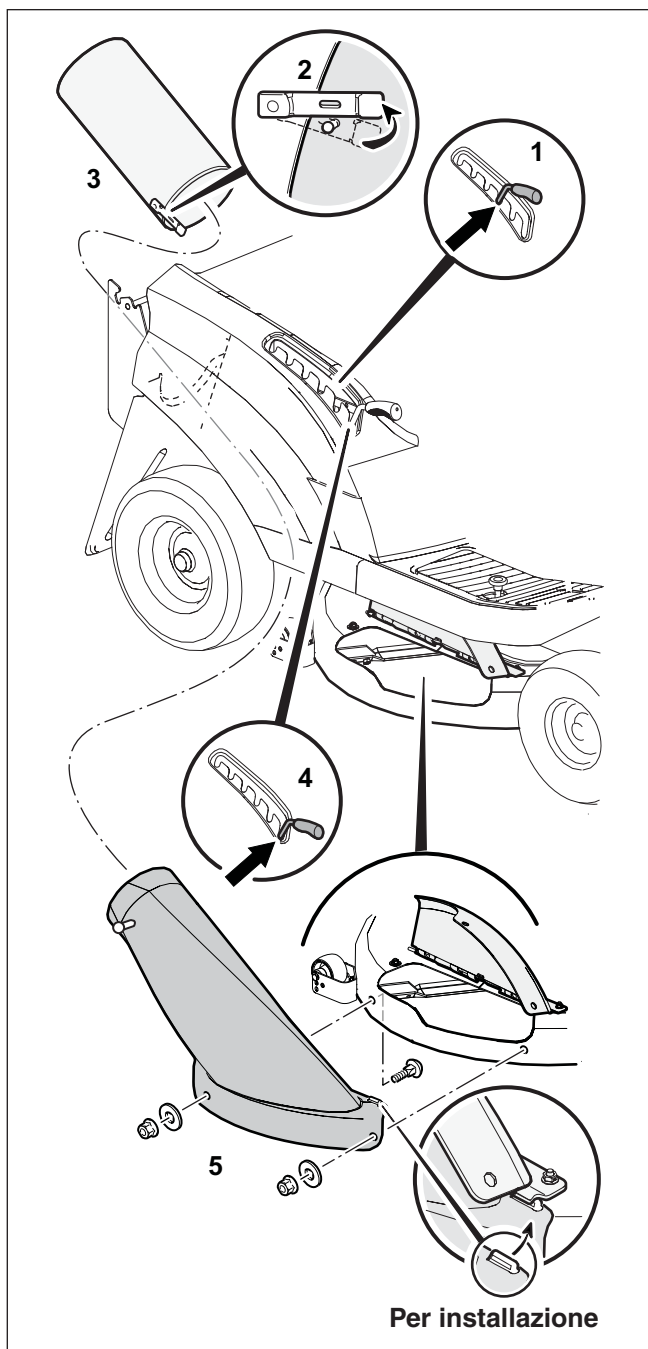

Figura 10
1. Seguire i punti mostrati nella **Figura 10** per togliere lo scivolo di scarico posteriore e la prolunga dello scivolo.